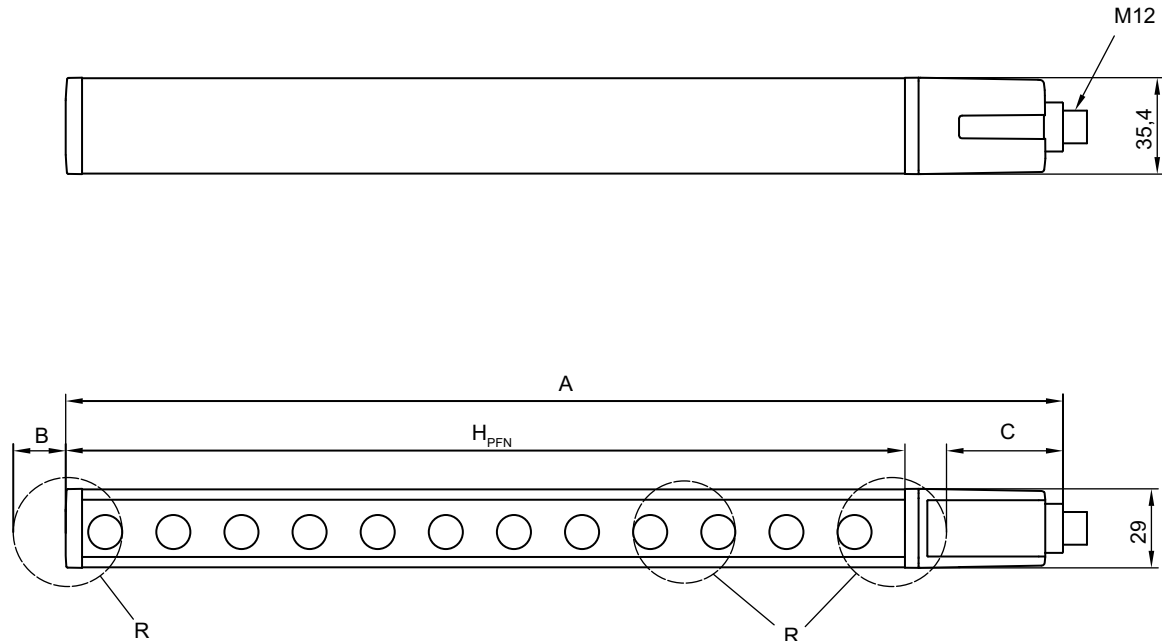

Bild 14.1: Maße Sender und Empfänger
Abmessungen	siehe Bild 14.1 und siehe Tabelle 14.6
b) Gesamthöhe, siehe Bild 14.1